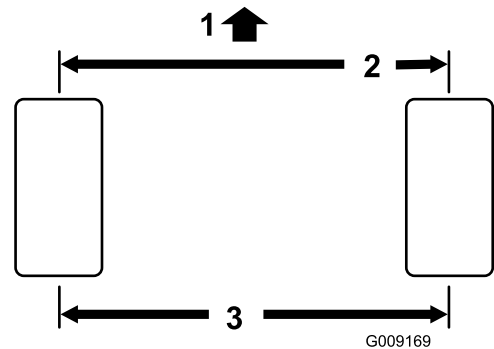

Figura 47
5. Mida la distancia entre los neumáticos delanteros a la altura del eje, en la parte delantera y trasera de los neumáticos (Figura 47).